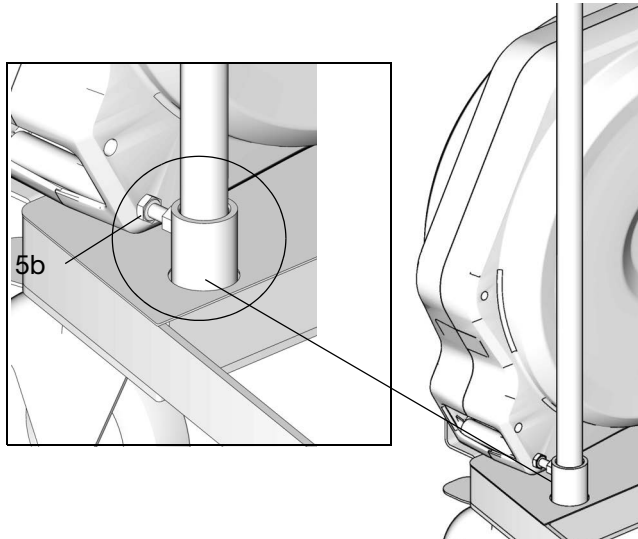

FIG. 31
3. Fissare il sottogruppo impugnatura (5a) al carrello (5) con i bulloni in dotazione (5b), utilizzando un cacciavite per fissarli saldamente (FIG. 31).